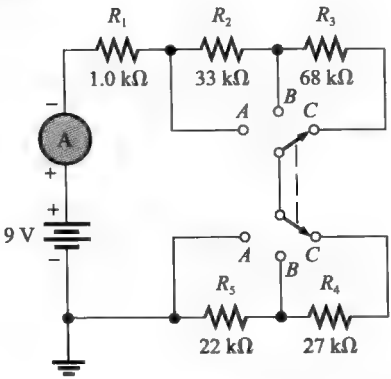

图 4-87 习题 52 图
52. 试确定图 4-87 中联动开关在各个位置时由电表测得的电流。